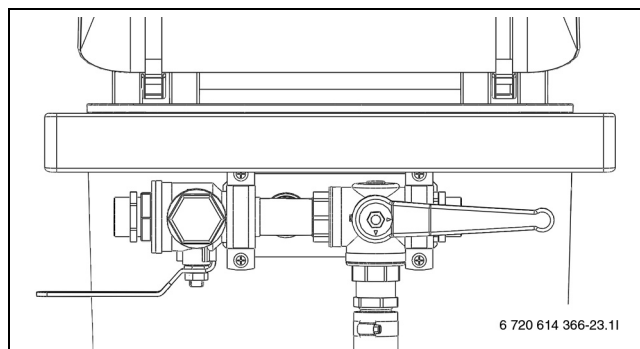

Bild 16 Påfyllnadsstation i påfyllningsläge
- Vrid ventilerna på påfyllnadsstationen till påfyllningsläge och fyll kretsen med köldbärarvätska ( $\rightarrow$  Bild 16).